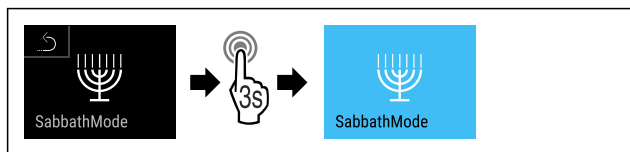

Fig. 14
- Udfør handlingstrinene (se Fig. 14) .